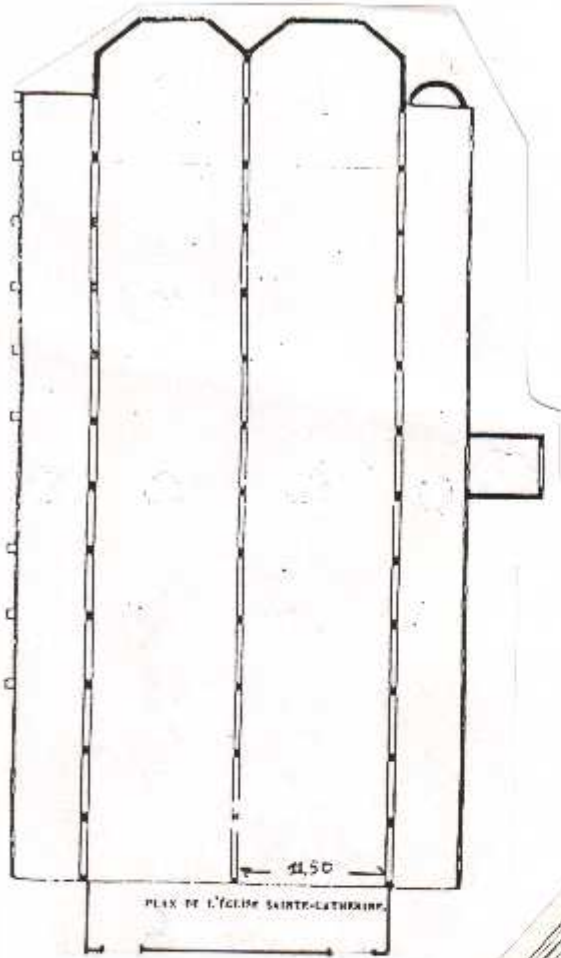
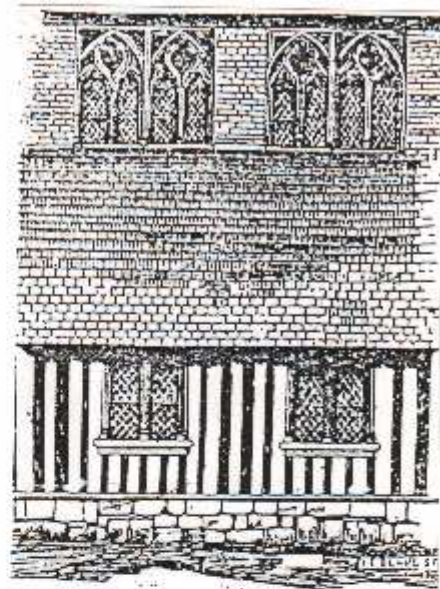

Fig 1
Fig 3
-Fig 1, en plan
-fig 3, en élévation du côté sud.
A - fig 3; B - fig 4; C - fig 2; D - fig 1.